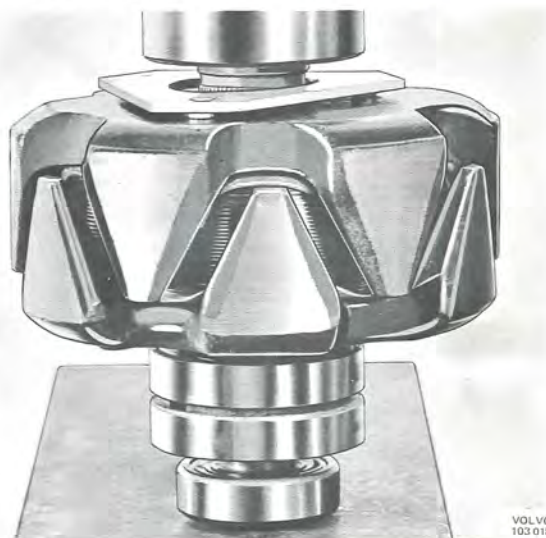

Bild 3-41. Montering av lager
2. Pressa på lagret med hjälp av en rörhylsa som trycker på lagrets innerskiva, bild 3-41.